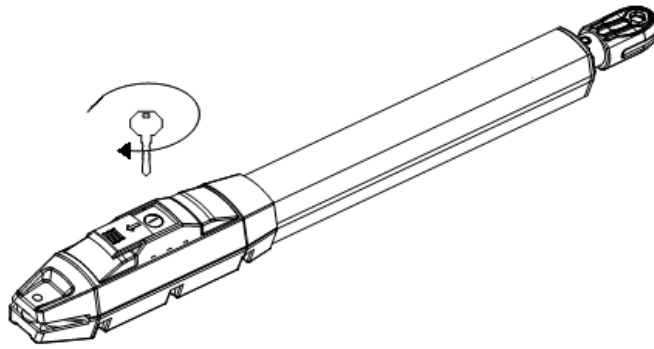

Figure 7
C) Avant l'installation, déverrouillez les deux appareils principaux. Procédure de déverrouillage : ouvrez le couvercle de déverrouillage manuel, insérez la clé de déverrouillage manuel et tournez-la jusqu'à ce qu'elle se libère (voir figure 7). Déployez ensuite le bras télescopique ; il se déploie facilement à la main.